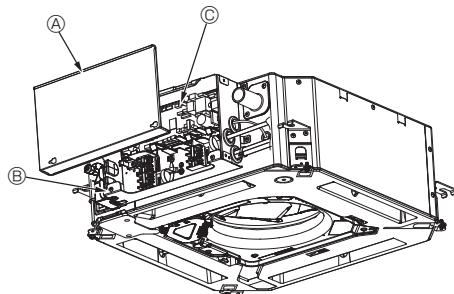

Fig. 5-7
1. Ослабьте 2 винта, крепящих крышку коробки электрических компонентов, а затем сдвиньте и снимите ее. (Fig. 5-7)